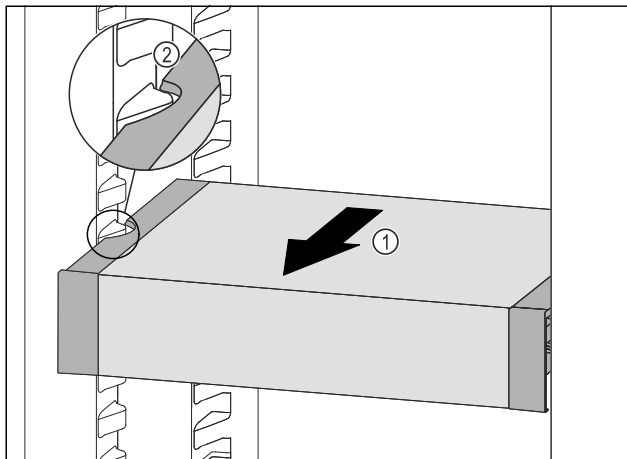

Fig. 185
- Tërhiqni VarioSafe për nga përpara Fig. 185 (1), derisa foletë anësore të VarioSafe të jenë në lartësinë e brinjëve të kutisë në pjesën e ftohjes. Fig. 185 (2)